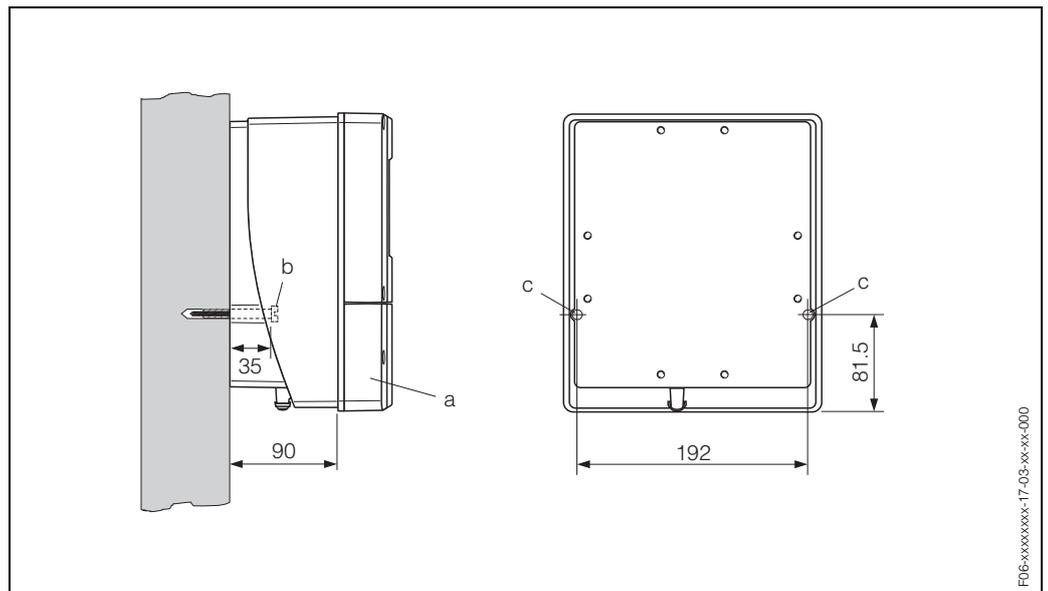

fig. 14: Montage mural direct
1. Préparer les perçages selon fig. 14.